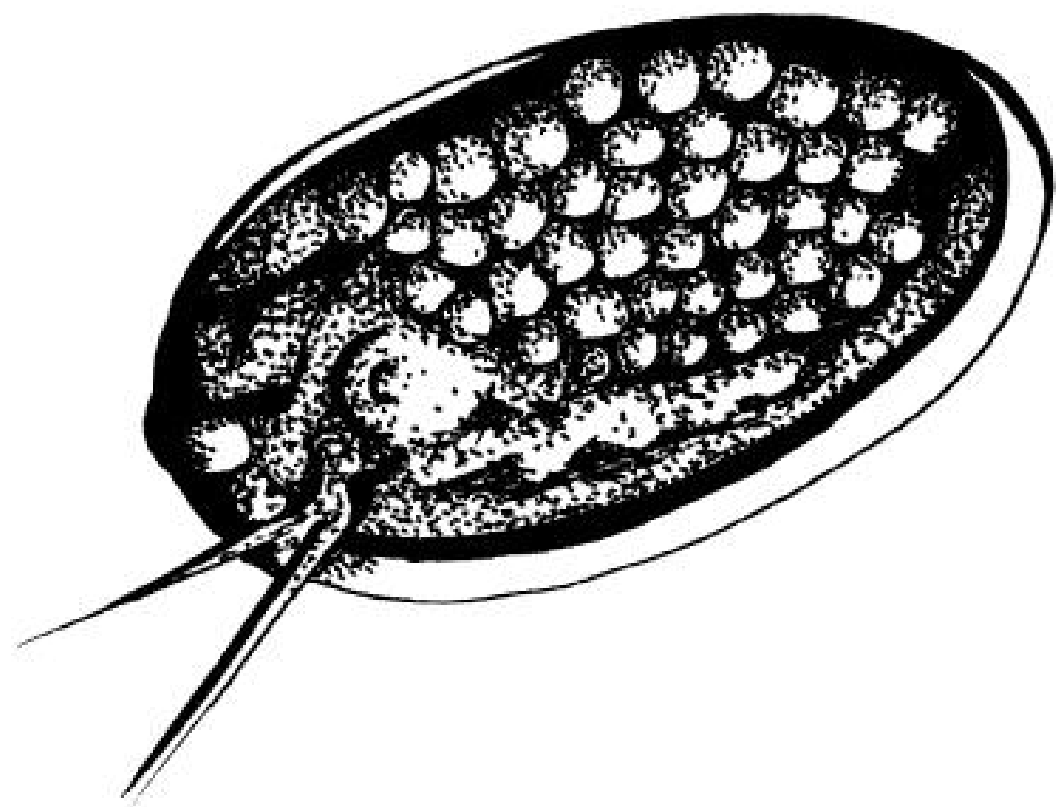

Рис. 3.7. Криптофитовые водоросли
- ◆ криптофитовые (см. рис. 3.7);